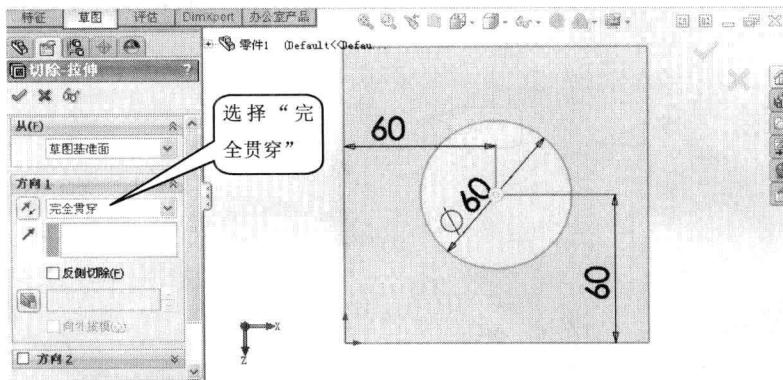

图 1-14 设置“切除-拉伸”属性
(5) 单击“确认角”按钮 $\square$ , 结束并接受草图绘制。系统自动进入“切除-拉伸”属性设置状态。
(6) 将“方向 1”下的终止条件改为“完全贯穿”(如图 1-14 所示), 单击“确定”按钮 $\checkmark$ , 完成“切除-拉伸”操作。